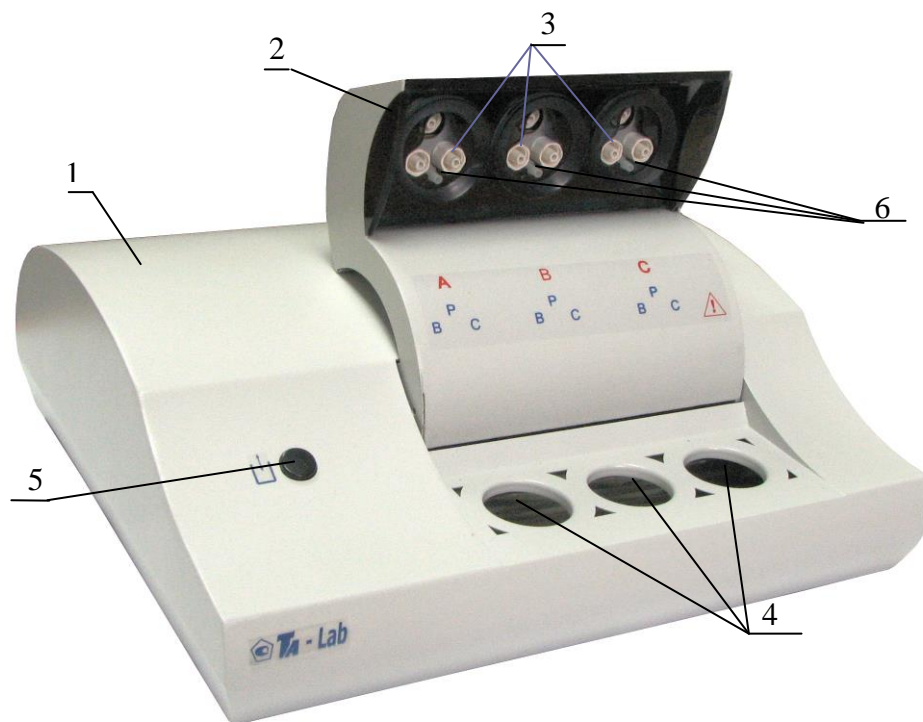

Рисунок 1 – Анализатор TA-Lab (вид спереди)
Анализатор содержит три электрохимические ячейки. Регистрация вольтамперограмм (зависимостей тока от приложенного к электродам потенциала) происходит одновременно в трех ячейках в соответствии с одинаковыми параметрами измерений. Электрохимические ячейки анализатора предназначены для измерений вольтамперометрическими методами и содержат по три электрода: рабочий электрод, вспомогательный электрод и электрод сравнения. Расположение электродов в вольтамперометрических ячейках анализатора представлено на внутренней стороне подъемного кронштейна анализатора. Ячейки имеют двойную степень защиты (рисунок 1).
Конструктивно анализатор представляет собой прибор настольного исполнения (рисунок 1), состоящий из металлического корпуса 1, внутри которого находится две ультрафиолетовые лампы из увиолевого стекла. Корпус анализатора изготовлен из коррозионностойкой стали. В верхней части анализатора расположен подъемный кронштейн 2, в котором установлены гнезда 3 для крепления электродов и штуцера 6 для установки трубочек для подачи газа в ячейки. Под кронштейном расположены гнезда 4 для установки стаканчиков с анализируемым раствором. На передней панели расположена кнопка 5 управления подъемом кронштейна.
2.2.1.2 Подъем и опускание кронштейна анализатора проводится нажатием кнопки 5 (рисунок 1).
2.3.2 Подождать, пока кронштейн для установки электродов 2 (рис. 1) поднимется в крайнее верхнее положение.